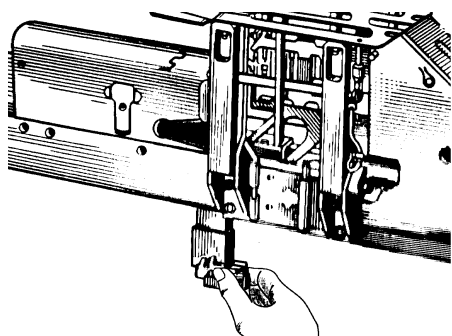

Рис. 111. Від'єднання контактора
1.3. Від'єднати контактор від касети. Для чого необхідно віджати застібку та здвинути контактор назад (рис. 111).